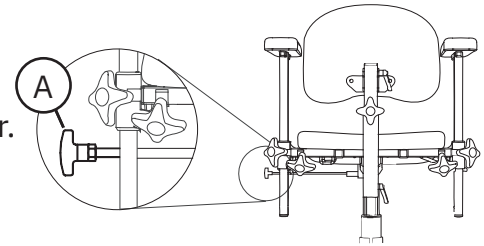

Figure 5.19. Réglage de la rotation de l'assise.
Le réglage de la rotation (A) est situé sous l'assise sur le côté droit (voir figure 5.19).